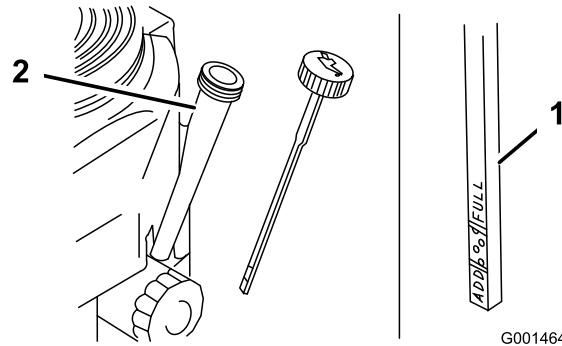

Figure 26
4. Nettoyez la surface autour de la jauge d'huile (Figure 26) pour éviter que des impuretés ne s'introduisent dans le goulot de remplissage, ce qui risquerait d'endommager le moteur.
5. Retirez la jauge d'huile et essuyez soigneusement son extrémité (Figure 26).
6. Remettez la jauge au fond du tube de remplissage, mais sans la visser (Figure 26).
8. Versez avec précaution environ 80 % de la quantité d'huile spécifiée dans le goulot de remplissage (Figure 26)